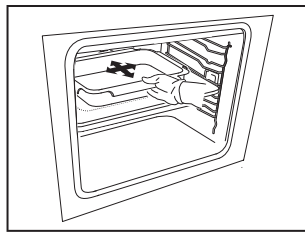

Fig. 5
2. Placez le récipient de cuisson au centre des repères sur le verre (Fig. 5).